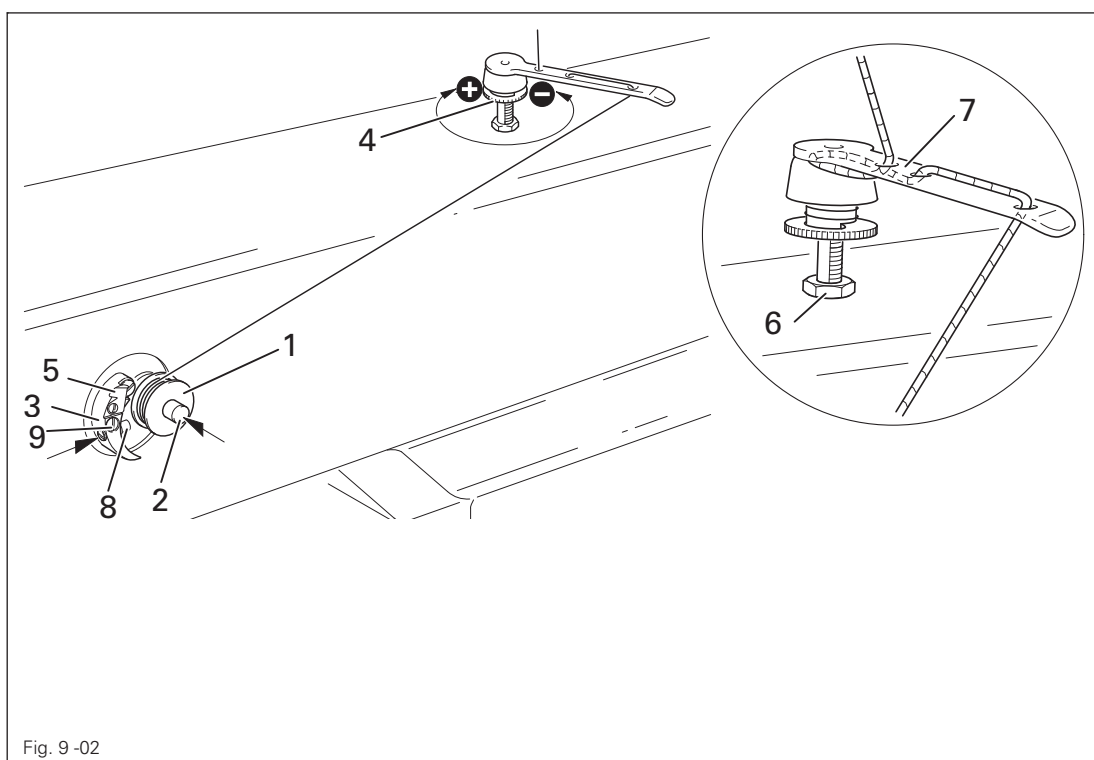

Fig. 9 -02
- Den Faden gemäß Fig. 9 - 02 einfädeln und im Uhrzeigersinn einige Male auf Spule 1 wickeln.